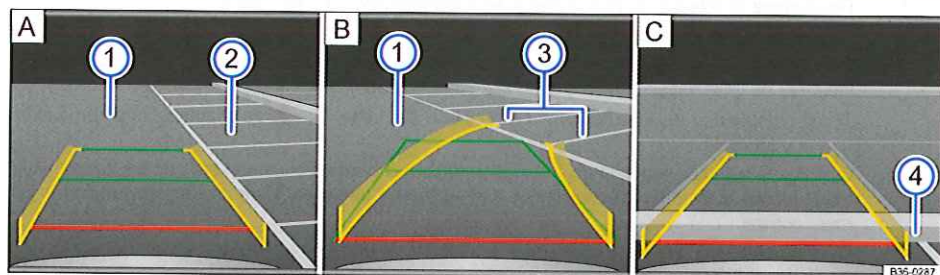

Fig. 169 Affichage sur l'écran de la caméra de recul : stationnement en mode 1.
Légende de la fig. 169 :
4.	Positionnez le véhicule devant la place de stationnement ② → fig. 169 A.
6.	Reculez lentement tout en braquant de telle manière que les lignes jaunes le long des lignes latérales de délimitation ③ mènent au box stationnement choisi B. Tenez compte du message suivant : Contrôlez la voie ! → ⚠ au chapitre Entrée en matière à la page 258!
7.	Orientez le véhicule vers la place de stationnement choisie de telle manière que les lignes vertes et jaunes coïncident avec les lignes de délimitation latérales ③ de la place de stationnement choisie.
8.	C'est au plus tard lorsque la ligne rouge a atteint la délimitation arrière, par ex. le trottoir ④, que vous arrêtez le véhicule C.